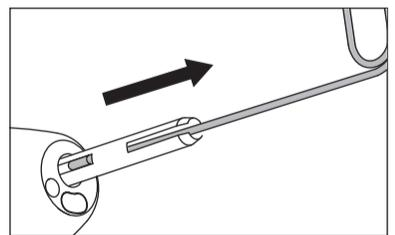

Рис. 3
- 2) Вставьте инструмент для извлечения ограничителя бора в цангу, расположите инструмент в прорези ограничителя и вытащите его (Рис. 3).